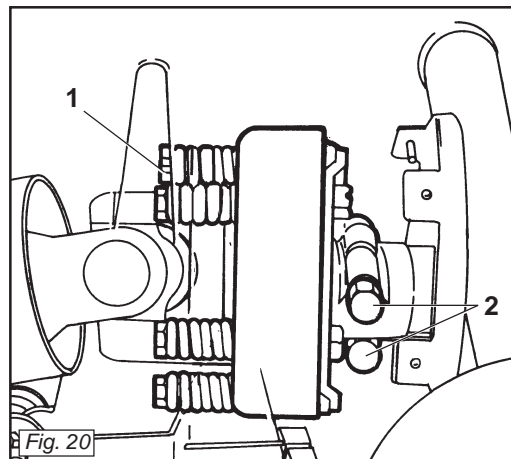

Fig. 20
Se slitta troppo facilmente (surriscaldandosi) è necessario avvitare uniformemente tutti i dadi (1 Fig. 20) che stringono le molle.
*If it slips too easily (and overheats), it will be necessary to evenly tighten all the nuts (1 Fig. 20) that retain the springs.*
L'embrayage est déjà réglé pour un effort moyen. Lorsqu'il patine facilement (en se surchauffant) il faut visser de manière uniforme tous les écrous (1 Fig. 20) de serrage des ressorts.
*Die Gelenkwelle kann mit einer Sicherheitskupplung ausgerüstet werden, um die Getriebeteile des Gerätes vor Überlastungen und/oder Beanspruchungen zu schützen. Die Gelenkwelle darf keine Neigung über 10 Grad aufweisen (Abb. 6). Die Kupplung ist auf eine mittlere Beanspruchung voreingestellt. Wenn die Kupplung zu schnell schlupft (Überhitzung), muß man alle Muttern (1 Abb. 20), die die Federn spannen, noch weiter anziehen.*
Si patina muy fácilmente (recalentándose) es necesario ajustar uniformemente todas las tuercas (1 Fig. 20) que apretan en el resorte.
Qualora l'albero cardanico fornito abbia il mozzo con bloccaggio a bulloni (2 Fig. 20), assicurarsi che questi siano serrati con forza.
Se la frizione non slitta, svitare uniformemente tutti i dadi (1 Fig. 20) che fissano le molle.
If the supplied cardan shaft has a bolt-locked hub (2 Fig. 20), check that these bolts are fully tightened.
*If the clutch does not slip, evenly unscrew all the spring fixing nuts (1 Fig. 20).*
Si le moyeu de l'arbre à cardans dispose d'un blocage par boulons (2 Fig. 20), assurez-vous que ces derniers sont bien serrés.
Si l'embrayage ne patine pas, dévissez de manière uniforme tous les écrous (1 Fig. 20) de fixation des ressorts.
Sollte die mit dem Gerät gelieferte Gelenkwelle eine mit Schraubbolzen blockierte Nabe (2 Abb. 20) haben, sicherstellen, daß diese angezogen sind.
*Wenn die Kupplung nicht schlupft, alle Muttern (1 Abb. 20), die die Federn spannen, gleichmäßig lockern.*
Si el árbol cardánico tiene el cubo con bloqueo de bulones (2 Fig. 20), controlar que estos últimos estén bien ajustados.
Si el embrague no patina, aflojar uniformemente todas las tuercas (1 Fig. 20) que fijan el resorte.